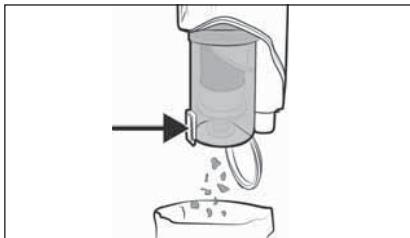

Abb. 21
- Halten Sie den Schmutzbehälter 7 in einen Abfalleimer und drücken Sie die Schmutzbehälterdeckel-Entriegelungstaste 8. Der Schmutzbehälterdeckel 9 öffnet sich und der Inhalt wird in den Abfalleimer entleert (siehe Abb. 21). Schließen Sie anschließend den Schmutzbehälterdeckel 9.